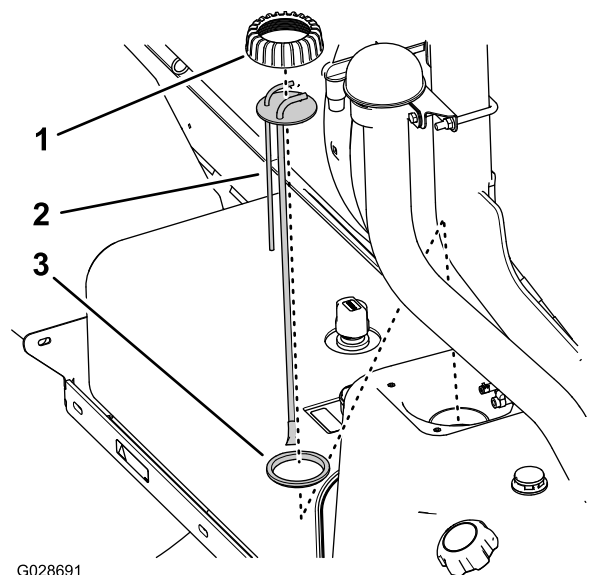

Bild 79
5. Drehen Sie den Kraftstoff-Steigrohr- bzw. Senderring nach links und nehmen Sie den Ring ab (Bild 79).
6. Heben Sie das Kraftstoff-Steigrohr bzw. den Sender aus dem Kraftstofftank heraus (Bild 79).
1. Setzen Sie den Steigrohrring auf das Steigrohr und das Steigrohr auf die Dichtung (Bild 79).
2. Fluchten Sie die Kappe, das Steigrohr und die Dichtung mit dem Tank aus und setzen Sie das neue Steigrohr vorsichtig in den Kraftstofftank ein (Bild 79).
3. Schrauben Sie den Deckel auf den Füllstutzen des Kraftstofftanks und ziehen Sie den Deckel mit der Hand fest (Bild 79).